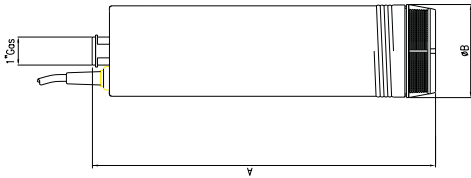
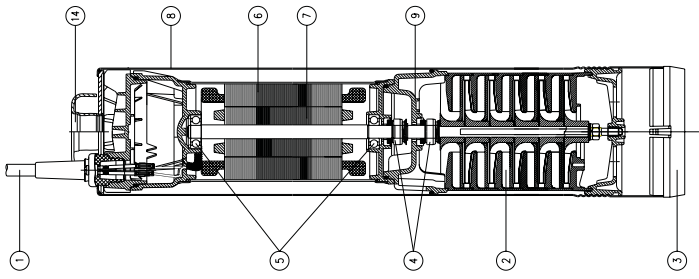

рис. 7
рис. 8
**9. Габаритные размеры и материалы (рис. 7 и рис.8)**